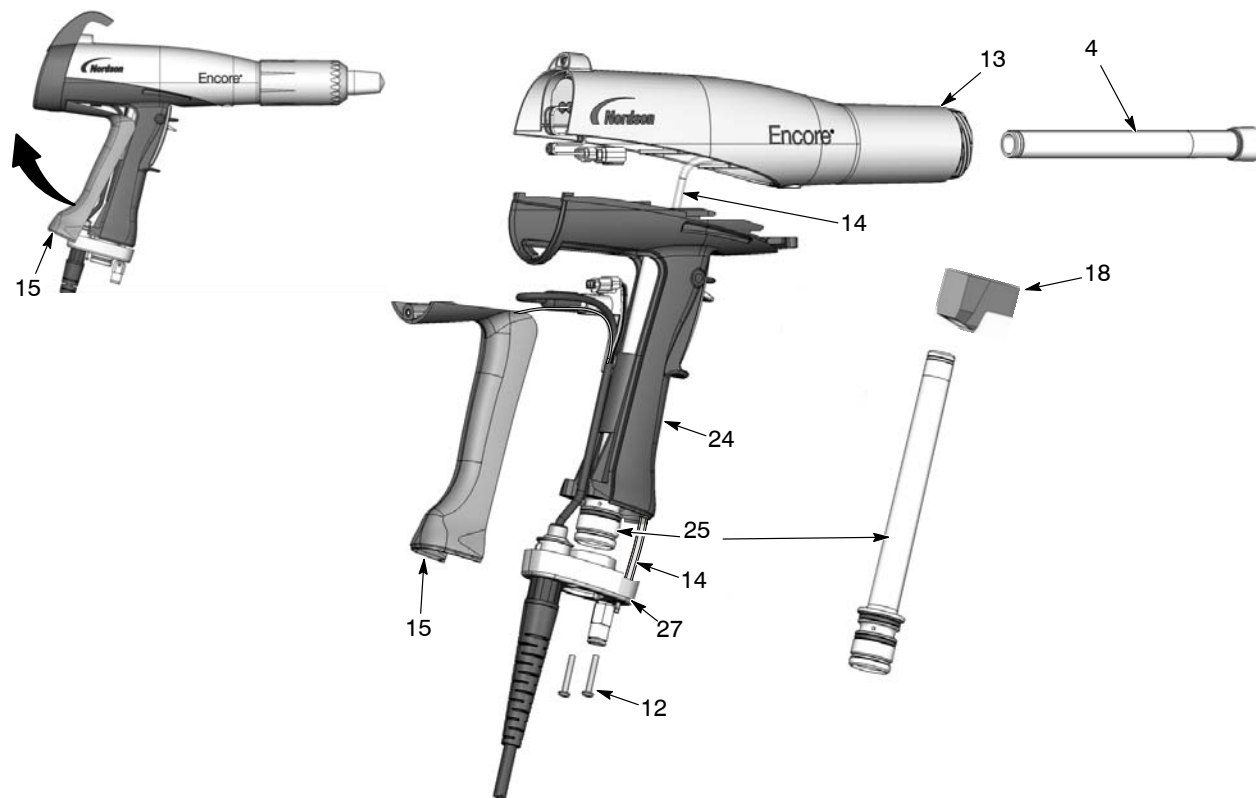

Рис. 6-4 Замена порошкового тракта
1. См. рис. 6-4. Снять колено (18) с впускной трубки (25).
2. Вывернуть два винта М3 х 20 (12) из основания рукоятки (27). Снять основание с рукоятки, отвести накладку заземления (15) вверх и в сторону от рукоятки, затем снять ее. Оставить провод заземления подсоединенным к накладке заземления.
3. Вытолкнуть впускную трубку (25) вверх и из основания, затем убрать основание в сторону и вытянуть впускную трубку из рукоятки.
4. Вытолкнуть выпускную трубку (4) из передней части корпуса распылителя (13).
1. См. рис. 6-4. Вставить выпускную трубку (4) в корпус распылителя (13) концом трубки вровень с концом распылителя.
2. Вставить впускную трубку (25) в рукоятку (24), затем вставить конец трубки в основание рукоятки (27).
3. Придвинуть основание к рукоятке, затем зацепить за корпус верхнюю часть накладке заземления (15) и завести ее в рукоятку. При сборке следить, чтобы провода не были зажаты и не зацепились.
4. Установив основание рукоятки на рукоятке и накладке заземления, закрепить его двумя винтами М3 х 20 (12).